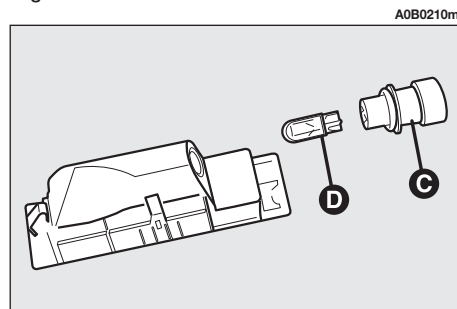

fig. 47
– Estrarre il portalampe (**C-fig. 47**) facendolo ruotare leggermente e sostituire la lampada (**D-fig. 47**) inserita a pressione.
– Rimontare il portalampe (**C-fig. 47**) ruotandolo leggermente.